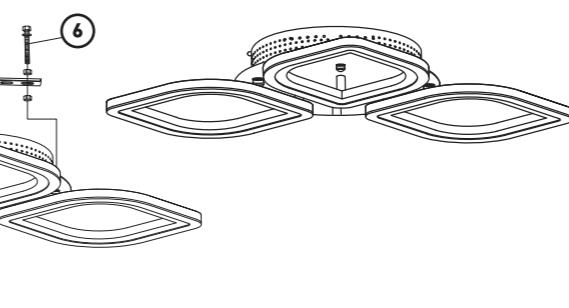

Рис.4
- Установите люстру на выбранном и подготовленном Вами месте, согласно **Рис.4**, используя винты крепления люстры **⑤**. Не устанавливайте светильник на сырую или проводящую ток поверхность.